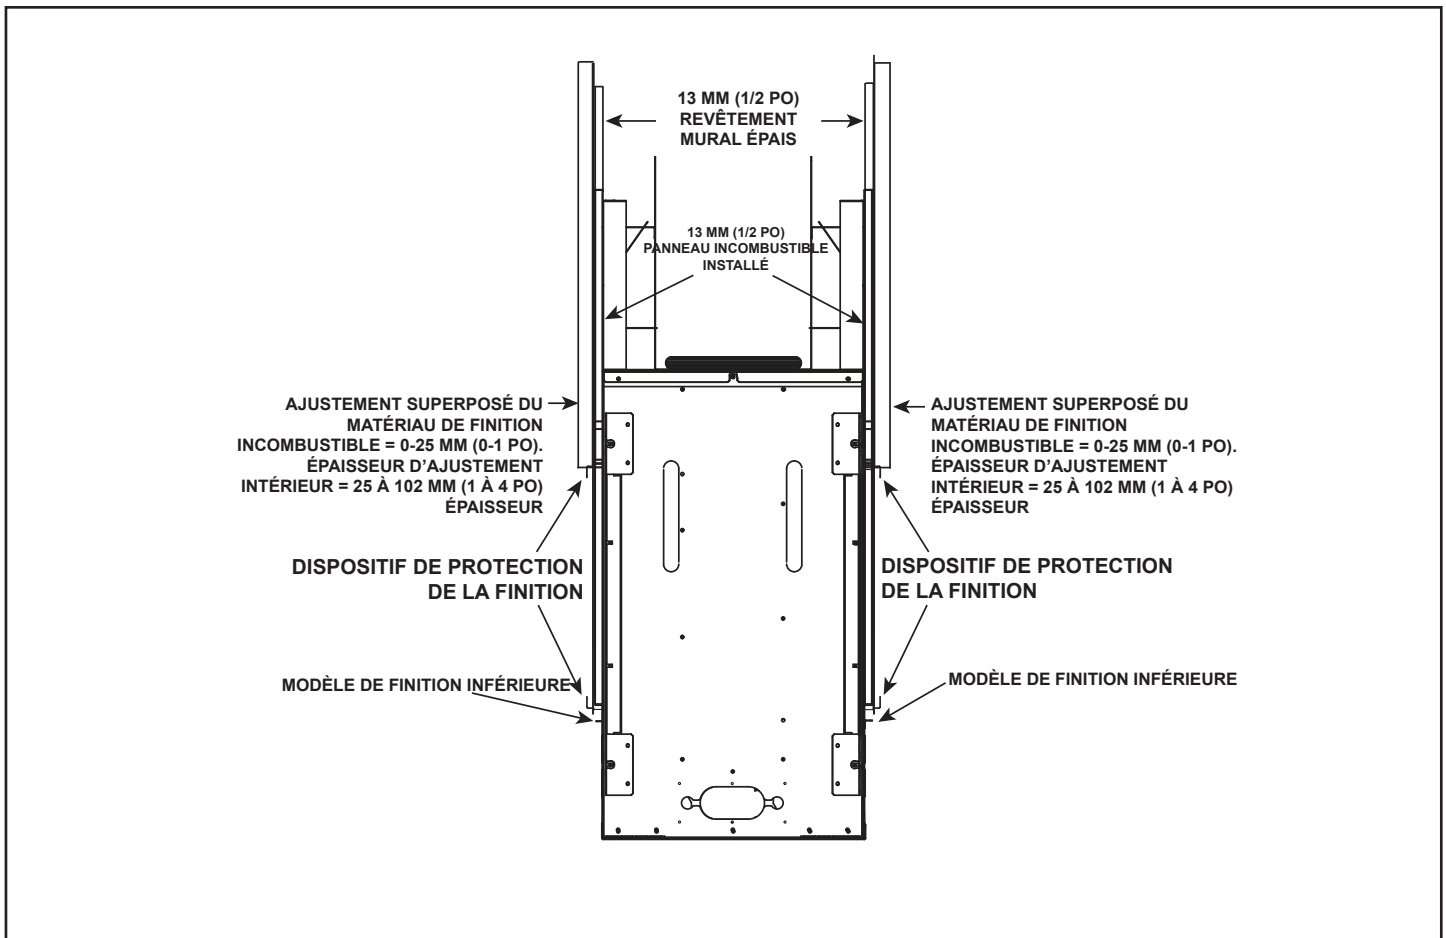

Figure 10.3 Matériaux de finition - modèles à deux côtés
- Retirer le bas du modèle de finition du panneau d'accès inférieur. Vérifiez que les protections de finition installées en usine sont bien en place pour assurer que les matériaux de finition n'atteignent pas l'ouverture du foyer. Voir la figure 10.3.